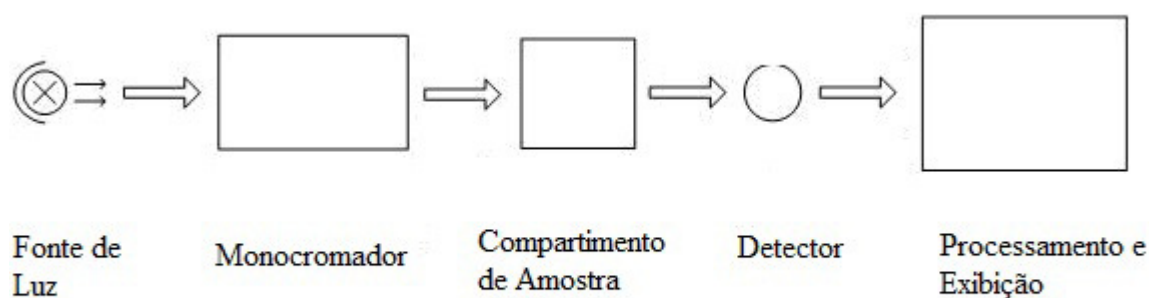

Fig 2.4 Diagrama do espectrofotômetro.
- 5) Um visor digital para indicar absorbância ou transmitância. O diagrama (Fig 2.4) abaixo ilustra a relação entre estas peças.